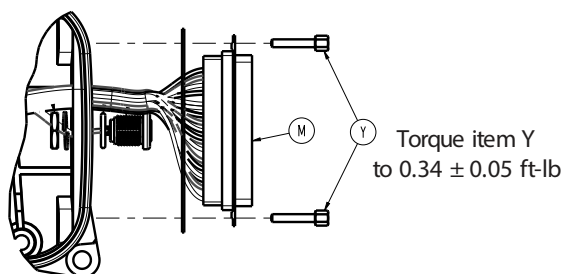

Figure 13 – Configuration du câble à 37 broches
7. À l'aide d'un tournevis cruciforme n° 2, retirer les deux vis de calage (Y) près du câble à 37 broches (M) qui permettent de fixer le plateau d'acheminement des câbles au corps (Figure 13). Conserver les vis.
8. À l'aide de la douille de 3/16 po et de la clé à cliquet de 1/4 po, retirer les deux vis de calage (Y) qui fixent le câble à 37 broches (M) (Figure 13). Conserver les vis.
8. À l'aide de la douille de 3/16 po et de la clé à cliquet, retirer les deux vis de calage (Y) qui fixent le câble à 37 broches (M) (Figure 13). Conserver les vis.